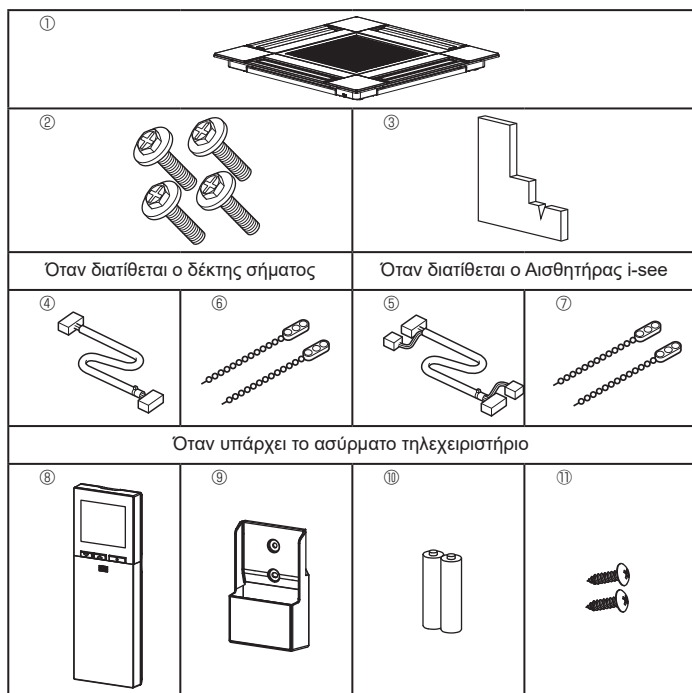

Fig. 10-1
10.1. Έλεγχος των βοηθητικών εξαρτημάτων της γρίλιας (Fig. 10-1)